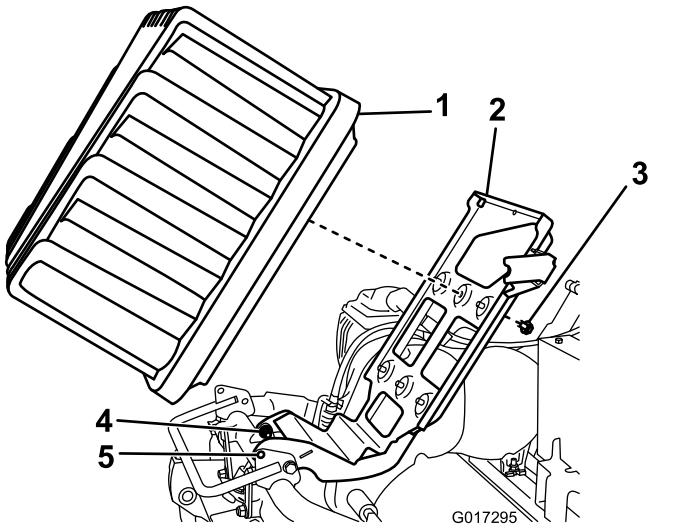

Bild 13
5. Lösen Sie die zwei Drehschrauben bzw. Muttern um eine halbe Umdrehung (Bild 13).
6. Heben Sie die Batterieplattform so weit an, bis die Arretierlöcher im Unterteil und Rahmen ausgefluchtet sind (**Bild 13**).